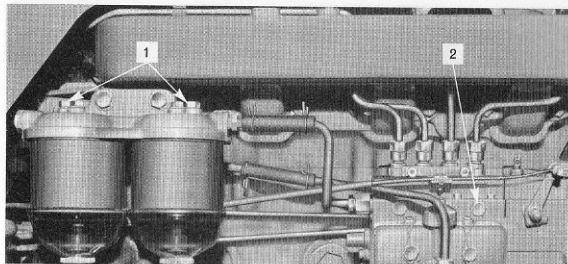

Fig. 62 Luftningspunkter i dieselmotorns bränslesystem (Super Major 5000)
2. Lossa luftskraven på översidan av den bakre renaren, fig. 62, och pumpa med handpumpen tills det utströmmande bränslet är fritt från luftbubblor. Drag sedan till luftskraven.
4. Lossa luftningsskruven på insprutningspumpen, fig. 62, och pumpa med handpumpen tills det utströmmande bränslet är fritt från luftbubblor. Drag sedan till skruven.